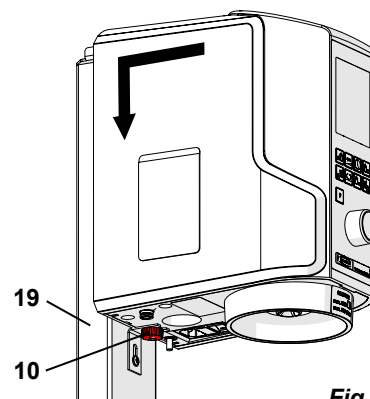

Fig. 3
- ⇒ Sørg for at sikre apparatet med en fingermøtrik (10, fig. 3).